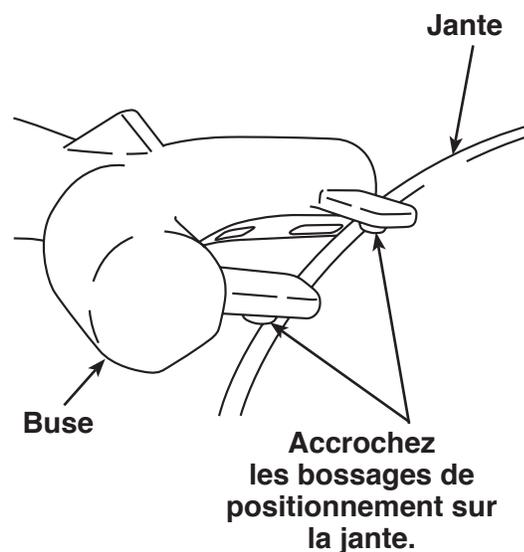

Figure 1
6. Placez la buse sur la roue, en face de la valve de pneu, accrochant la jante avec les deux bossages de positionnement situés sur la partie inférieure de la buse. Voir la figure 1.